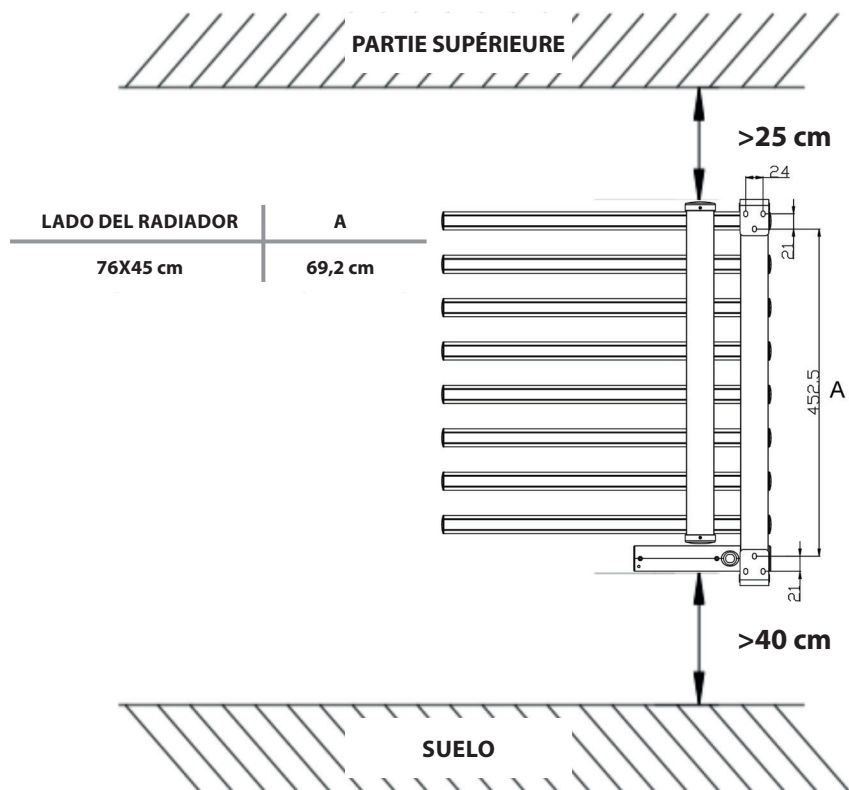
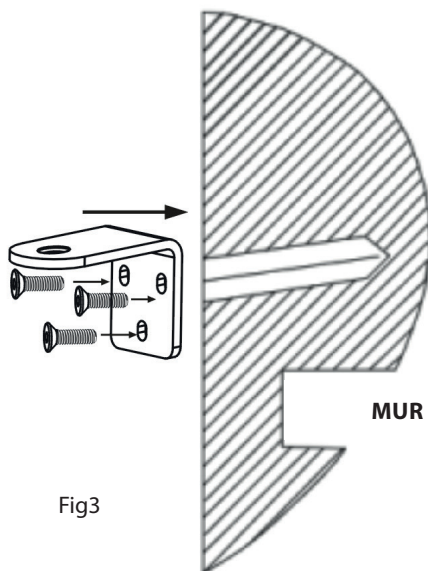

Fig2
Fig3
1. Percez 4 trous de Ø8 mm conformément aux dimensions indiquées sur la Fig. 2.
2. Insérez 4 chevilles d'expansion dans les trous, puis fixez le support extérieur au mur à l'aide des vis ST4x40. Voir Fig. 3.
3. Marquez le mur selon les dimensions indiquées sur la Figure 2. Utilisez un foret de 10 mm pour percer 3 trous dans la partie supérieure et 3 trous dans la partie inférieure, avec une profondeur de 45 mm. Insérez des chevilles en plastique de 8x40 mm dans les trous, puis fixez le support au mur à l'aide d'un tournevis. Voir Fig. 3.